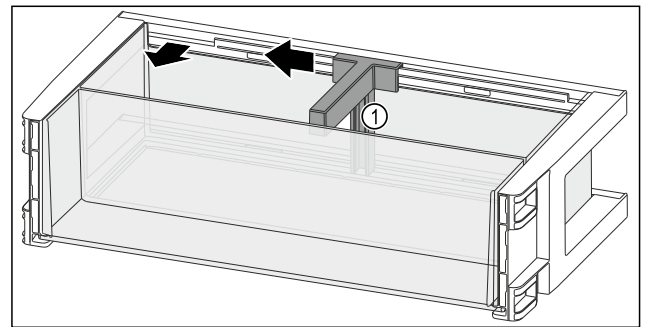

Fig. 141
- ▶ Pousser le range-bouteilles Fig. 141 (1) sur le côté jusqu'à l'évidement.
- ▶ Retirer le range-bouteilles Fig. 141 (1).